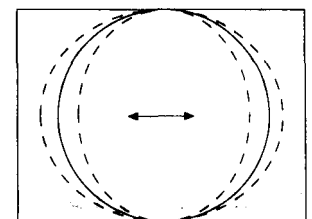

Fig. 2
- d) Régler la position horizontale pour une image située dans le centre (fig. 2).